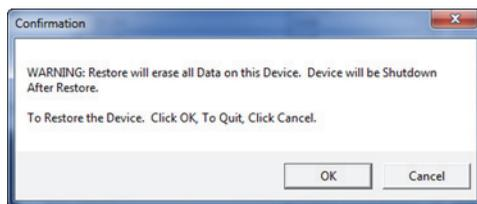

图 6-35 确认对话框：用于确认是否开始恢复操作
5. 当出现 **Confirmation**（确认）对话框时（参见第 318 页的图 6-35），点击 **OK**（确定），开始恢复操作。